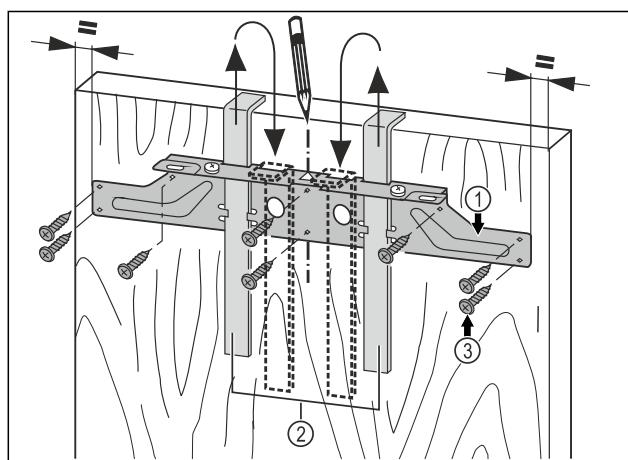

Fig. 45
- ▶ Навесьте крепежную поперечину Fig. 45 (1) с монтажными вспомогательными элементами Fig. 45 (2) на внутреннюю сторону мебельной двери.
- ▶ Выровняйте крепежную поперечину Fig. 45 (1) по центру на двери.
- ▶ Прикрутите крепежную поперечину Fig. 45 (1) по меньшей мере 6 винтами Fig. 45 (3).
- ▶ Прикрутите крепежную поперечину Fig. 45 (1) 4 винтами Fig. 45 (3) по краю.
- Вытяните вверх монтажные приспособления Fig. 45 (2) и, развернув, вставьте их в расположенные рядом приемные отверстия.